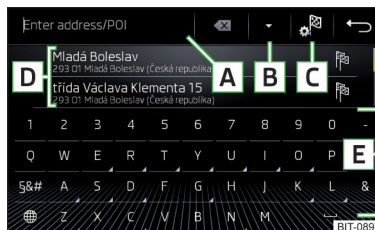
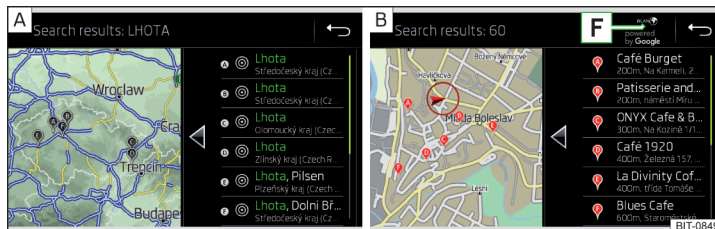

Abb. 222
Abb. 223 Liste der aufgesuchten Ziele: in den Navigationsdaten / online
Funktionsflächen » Abb. 222 und » Abb. 223
Im Bereich **D** » Abb. 222 wird eine Liste der aufgesuchten Ziele angezeigt.
- **oder:** Die Funktionsfläche **B** » Abb. 222 antippen.
- 📍 In den Navigationsdaten aufgesuchte Ziele » Abb. 223 - **A**.
- 📍 Online aufgesuchte Ziele » Abb. 223 - **B**.